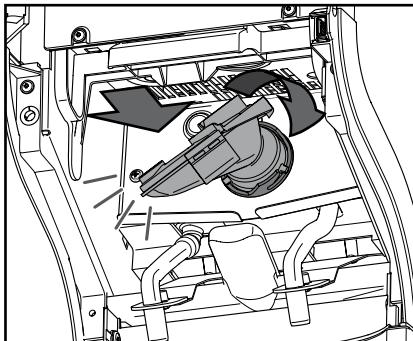

Рис. 40
8. Вставить смесительную вставку с уплотнительным кольцом обратно и повернуть ее по часовой стрелке до упора. (Рис. 40)